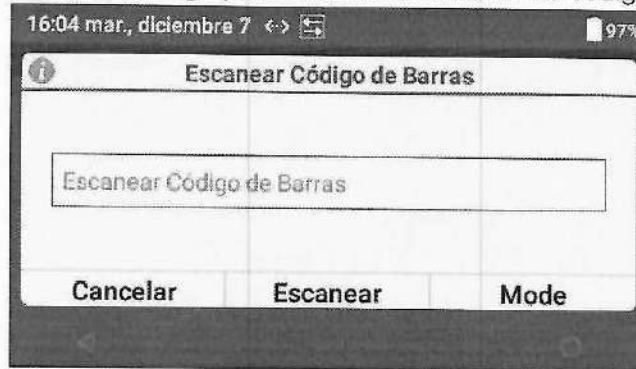

Figura 39: Análisis del lector de código de barras
- 2 Se muestra un cuadro de diálogo para analizar el escáner de códigos de barras (Figura 39).